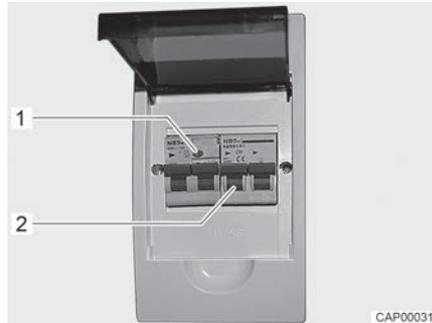

Fig. 75 Scatola dei fusibili a 230 V con interruttore di sicurezza e interruttore automatico FI
Un interruttore di sicurezza per correnti di guasto (interruttore automatico FI) nella scatola dei fusibili protegge l'intero veicolo da correnti di guasto (0,03 A). La rete di bordo a 230 V è protetta da un interruttore di sicurezza collegato in serie (10 A) (Fig. 75,2).
- Se il veicolo è collegato all'alimentazione a 230 V, premere il tasto di controllo (Fig. 75,1). L'interruttore di sicurezza per correnti di guasto deve scattare.